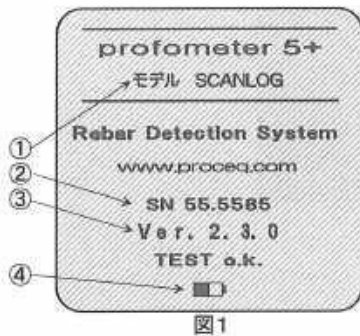

図1
- 図1が表示されます。
- ① 形式 ② 機番
- ③ バージョン ④ バッテリー残量